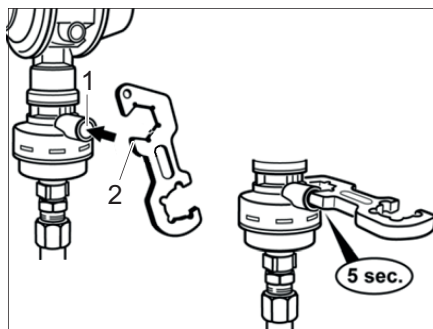

Fig. 86 Sensore di crash
- Con l'ausilio di un cacciavite (Fig. 86,2) o di un oggetto simile adatto, premere il pulsante di sblocco (Fig. 86,1) e tenerlo premuto per 5 secondi.